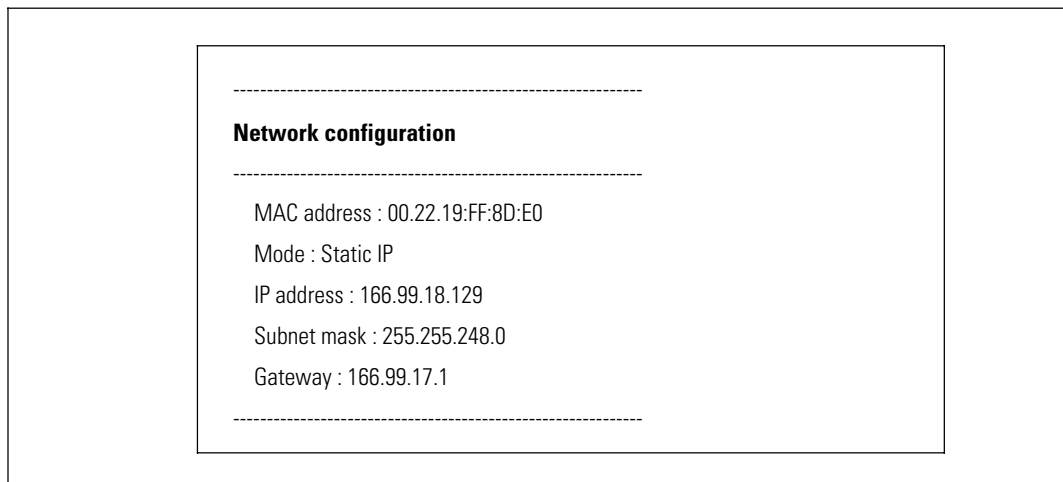

図 41. ネットワーク設定読み込みオプション
- **ネットワーク設定読み込み** : ネットワーク設定を表示します (図 41を参照)。